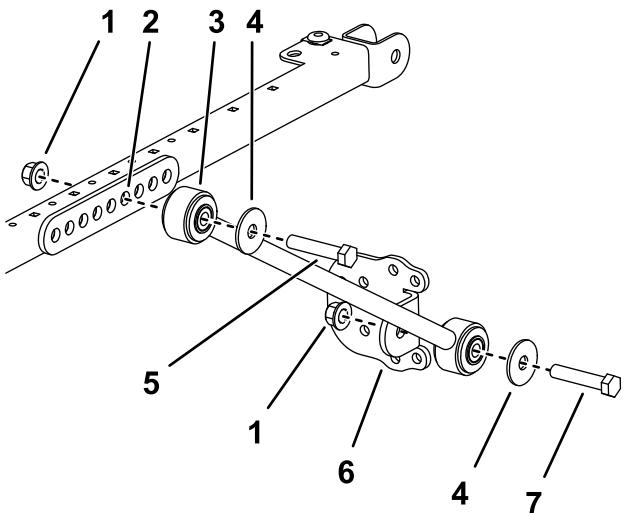

Bild 20
- Befestigen Sie an jeder Seite des Sonnendachrahmens einen Verlängerungslenker mit zwei Schrauben ($\frac{1}{2}'' \times 2\frac{3}{4}''$) und zwei Bundmuttern ($\frac{1}{2}''$) lose im vierten Loch der Strebenbefestigung, wie in Bild 20 abgebildet.
13. Befestigen Sie eine Strebenhalterung mit einer Schraube (1/2" x 2 1/2"), einer Scheibe (1/2") und einer Bundmutter (1/2") an jeder Strebe, wie in Bild 20 abgebildet.